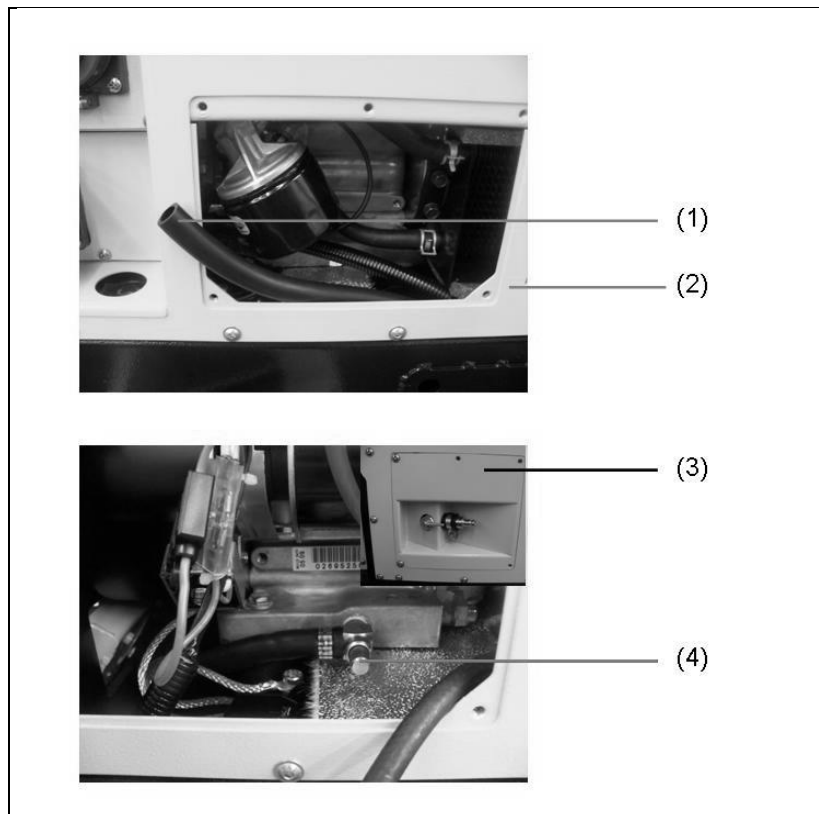

Abb. 6-3: Öl wechseln
2. Ölablassschlauch (Abb. 6-3-(1)) ganz herausziehen.
4. Seitenblech-Dreiwege-Hahn (Abb. 6-3-(3)) auf der gegenüberliegenden Seite abschrauben.
5. Ölablasshahn (Abb. 6-3-(4)) öffnen. Hierzu ein wenig an der Schraube drehen bis Öl über den Ölablassschlauch (Abb.
6. Anschließend Ölablasshahn (*Abb. 6-3-(4)*) wieder schließen und Seitenbleche wieder anschrauben.